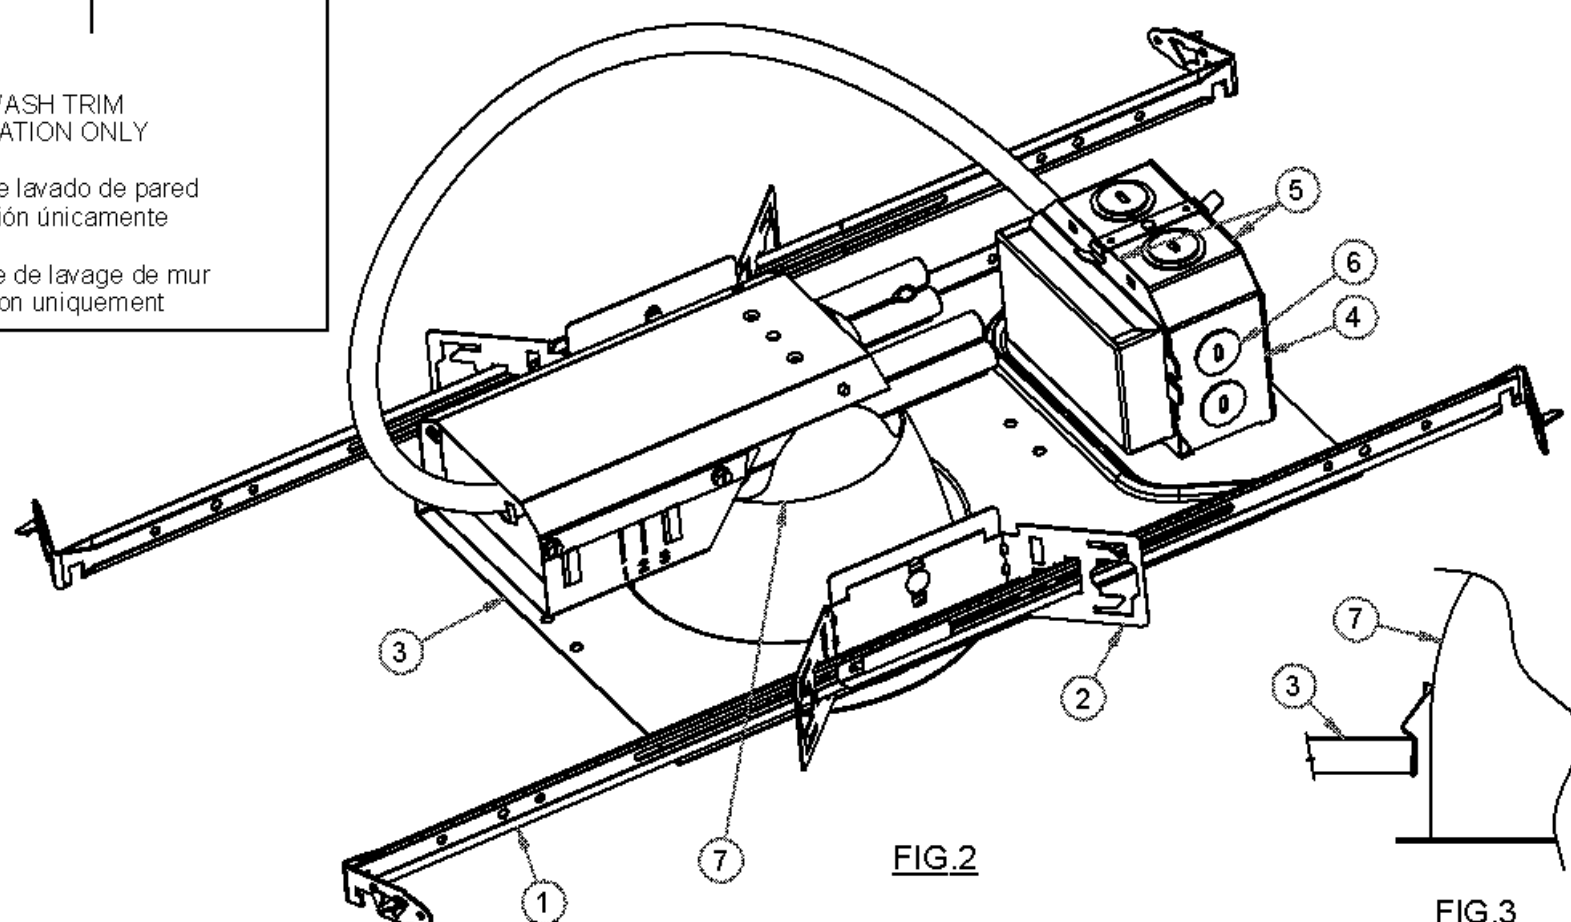

FIG.3
5. Remove wing nut from socket housing. Align stud on socket housing with clearance hole on top of Reflector Trim (7) (ordered separately). Replace wing nut to secure trim. Push trim into housing (see Fig. 3).
- Décrocher les barres de suspension (1) et les supports (2) et installer à nouveau selon le diagramme. Installer le dispositif d'éclairage au plafond à l'aide des barres de suspension (fournies), ou du rail de montage, ou de la barre (acheter séparément) placés dans les supports de montage réglables. Installer le dispositif au plafond de sorte que le poids du dispositif est supporté par les barres de suspension, le rail de montage, la barre, et/ou les câbles de suspension qui sont à leur tour fixés à la structure du bâtiment.
- Ajuster le dispositif d'éclairage de sorte que le fond de l'aile en plâtre (3) reste au ras de la ligne du plafond terminé et en ligne avec les dispositifs contigus. Fixer les supports de montage ajustant les écrous à ailes qui se trouvent à chaque côté du dispositif.
- Décider l'endroit où le conduit du câblage à alimentation entrera dans la boîte de raccordement (4) et le fixer conformément aux exigences du Code National de l'Électricité.
- Retirer le couvercle de la boîte de raccordement (5). Retirer la pièce amovible adéquate (6) et assembler le connecteur adéquat selon le câble d'alimentation en utilisation. Relier les câbles de mise à la terre aux câbles verts de mise à la terre. Relier les blancs (neutres) aux blancs (guides) (selon le diagramme 1). Relier le câble d'alimentation au(x) câble(s) noir(s). Replacer le couvercle de la boîte de raccordement. **AVERTISSEMENT: NE PAS pincer les câbles entre le couvercle et la boîte de raccordement. Consulter un électricien qualifié pour n'importe quelle autre option qui exige une configuration de câblage différente.**
- Retirer l'écrou à oreilles du boîtier de la douille. Aligner le clou sur le boîtier de la douille avec le trou sur la partie supérieure de la garniture du réflecteur (7) (acheter séparément). Replacer l'écrou à oreilles pour fixer la garniture. Appuyez sur la garniture dans le boîtier (voir la Fig. 3).